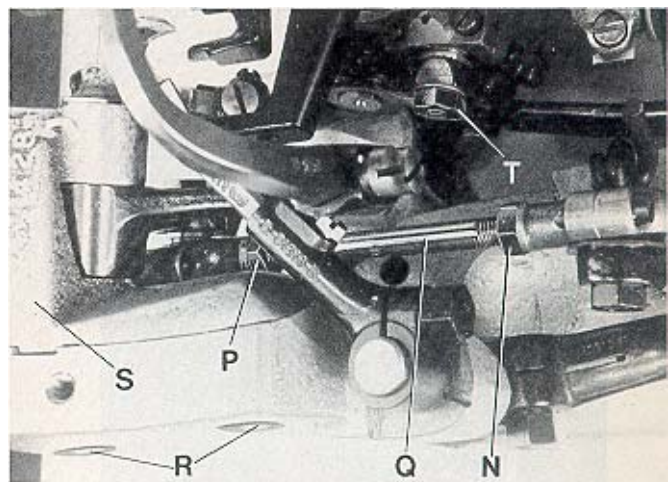

Fig.8
HINT: In case the adjusting possibility of the spreader by means of the two offset flats on the spreader shank is not sufficient, additionally the complete spreader shaft bearing (S, Fig. 8) can be moved slightly up or down when loosening screws (R). Retighten screws.
If an adjustment is necessary, loosen nuts (N and P, Fig. 8) and turn connecting rod (Q, Fig. 8) forward or backward as required to obtain the required position.
After this setting recheck the position of the spreader to the left needle, as described above. Reset with connecting rod (Q, Fig. 8) if required and tighten nuts (N and P).
HINWEIS: Sollte die Einstellmöglichkeit des Blindgreifers mit Hilfe der beiden versetzten Befestigungsflächen am Greiferschaft nicht ausreichen, kann nach Lösen der beiden Schrauben (R, Fig. 8) zusätzlich das ganze Greiferachslager (S) etwas nach oben oder unten verschoben werden. Ziehen Sie die beiden Schrauben wieder an.
Wenn eine Einstellung notwendig ist, lösen Sie die Muttern (N und P, Fig. 8) und drehen die Verbindungsstange (Q, Fig. 8) vor oder zurück bis die erforderliche Stellung erreicht ist.
Prüfen Sie nach dieser Einstellung nochmals die Stellung des Blindgreifers zur linken Nadel, wie oben beschrieben. Stellen Sie bei Bedarf mit der Verbindungsstange (Q, Fig. 8) nach und ziehen Sie die Muttern (N und P) an.
If an adjustment is required, loosen nut (T, Fig. 8) on the double joint and swing the lower looper lever with lower looper accordingly to the right or left. Retighten nut (T).
Ist eine Einstellung notwendig, lösen Sie die Mutter (T, Fig. 8) am Doppelgelenk und schwenken Sie den Untergreiferhebel mit dem Untergreifer entsprechend nach rechts oder links. Ziehen Sie die Mutter (T) wieder an.